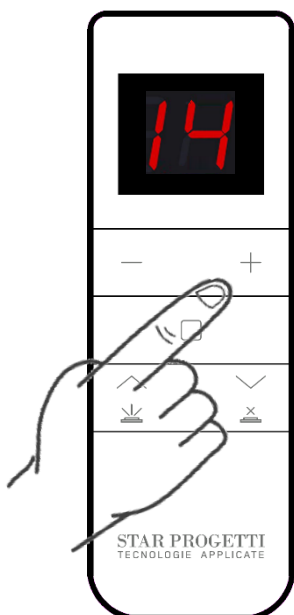
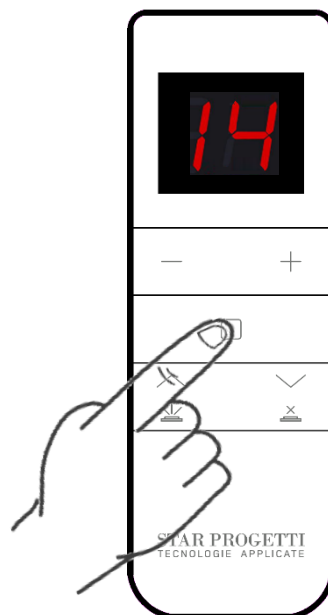

Abb.15
Abb.16
- Wählen Sie mithilfe der Tasten „+“ und „-“ den Kanal 14 (Abb. 15) und drücken Sie unmittelbar danach die in Abb. 16 gezeigte Taste
- Wählen Sie mithilfe der Tasten „+“ und „-“ den Kanal 14 (Abb. 15) und drücken Sie unmittelbar danach die in Abb.16 gezeigte Taste